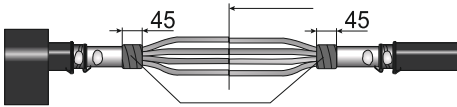

Рисунок 6
4.18 Закрывать «корешки» разделок кабелей герметиком гидрохимзащиты с одинаковым заходом на металлическую оболочку и изоляцию жил, постепенно удаляя разделительную бумагу и вытягивая герметик до половины начальной ширины (рисунок 6). Использовать короткие ленты герметика по одной на «корешок».